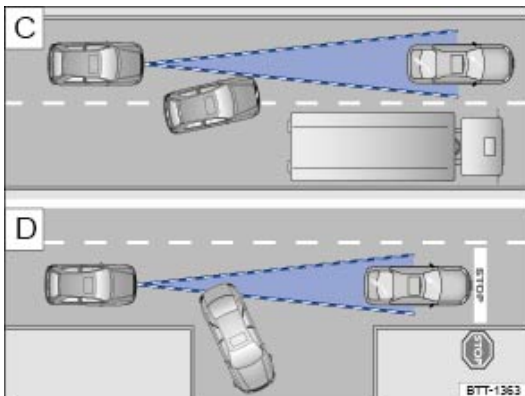

Fig. 120 Changement de voie. véhicule changeant de direction et arrêté
Lorsque, par exemple, un véhicule détecté par le régulateur de distance change de direction ou déboîte et qu'un véhicule à l'arrêt se trouve devant ce véhicule, le régulateur de distance ne réagit pas au véhicule à l'arrêt  ⇒ Fig. 120.
- Véhicules déboîtant immédiatement devant votre véhicule sur la même voie ⇒ Fig. 120 .